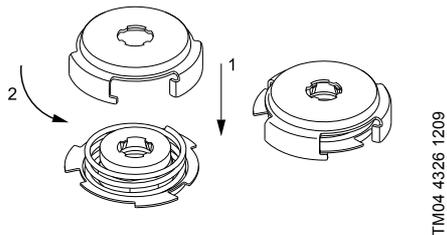

Abb. 19 Montieren der Feder und des Mitnehmers
8. Die Feder (Pos. 108) und den Mitnehmer (Pos. 112) montieren. Siehe Abb. 19.